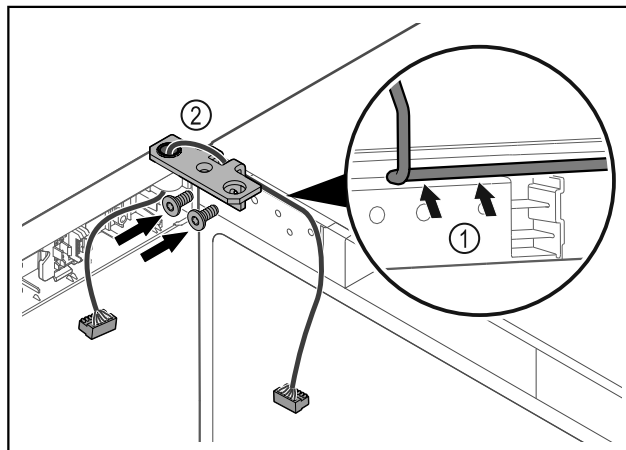

Fig. 63
- ▶ Kabel speljite skozi izrez tečaja kotnika in ga previdno zložite Fig. 63 (1).
- ▶ Privijte kotnik tečajev vrat Fig. 63 (2).